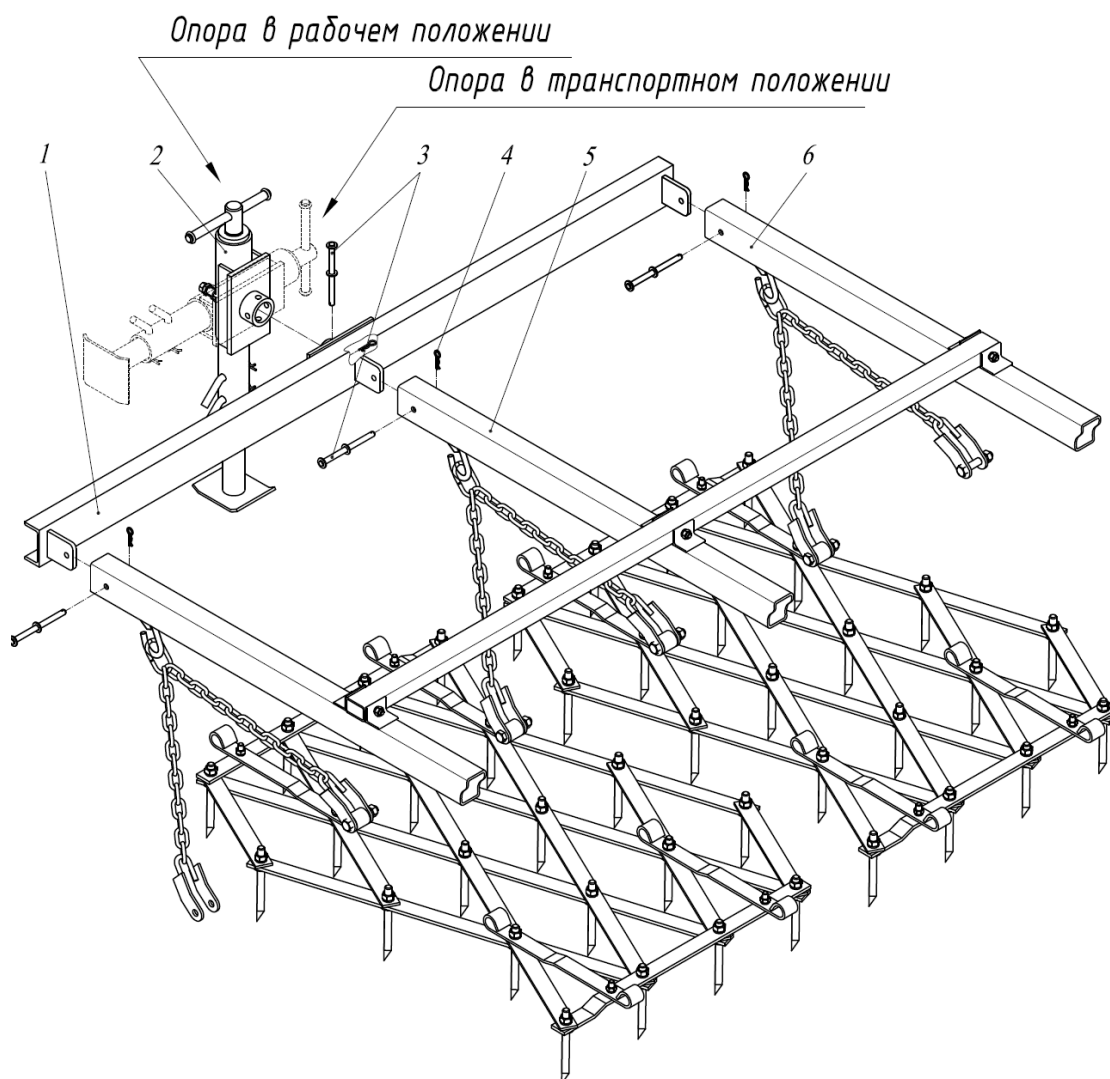

Рис.9 Выносная опора СГВ 00.250
2.1.5 Выносная опора в сборе (рис.9) служит для удерживания бороны в рабочем положении при отсоединении бороны от трактора. Опора устанавливается на ось балки 1, закрепленной с помощью фиксаторов 3 на штангах 4 и 5 центральной секции, и фиксируется в рабочем или в транспортном положении фиксатором 3.
-отсоединять борону в рабочем положении от трактора без установленной задней выносной опоры 17 рис.1 в рабочем положении (см. рис.9).